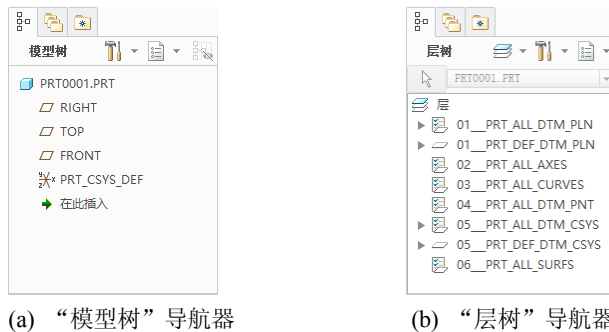

图 1-12 “模型树/层树”选项卡
(1) “模型树/层树”选项卡。模型树以树的结构形式显示模型的层次关系，单击“显示”按钮，在打开的下拉菜单中选中“层”命令时，该选项卡可显示模型层树结构。如图1-12所示。状态栏上的“切换导航区域的显示”按钮可用于控制导航器的显示。单击信息区中的“显示导航器”按钮，可以隐藏/显示导航区。